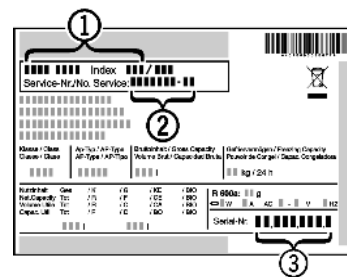

Fig. 6
- ▶ Relever la désignation de l'appareil Fig. 6 (1), le n° de service Fig. 6 (2) et le n° de série Fig. 6 (3) sur la plaquette signalétique. Cette plaquette se trouve sur la paroi intérieure gauche de l'appareil.
- ▶ Informer le S.A.V. et lui communiquer la panne, la désignation de l'appareil Fig. 6 (1), le n° de service Fig. 6 (2) et le n° de série Fig. 6 (3).